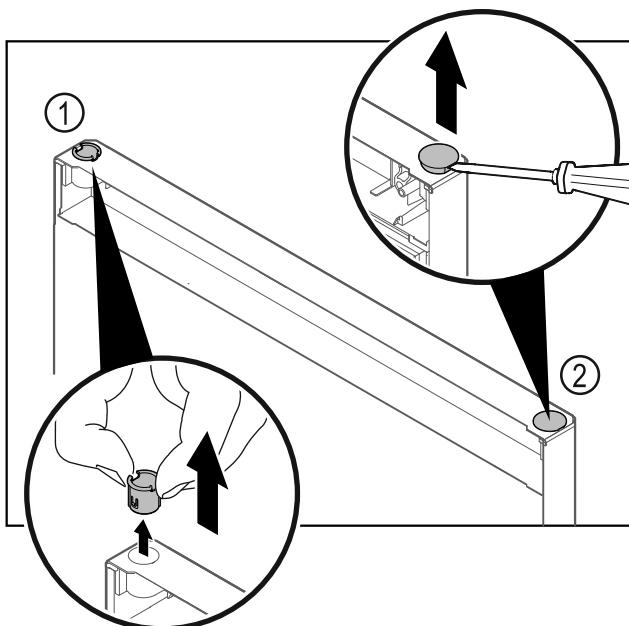

Fig. 28 Dvere chladničky
► Vytiahnite puzdro závesu Fig. 28 (1) prstami.
► Plochým skrutkovačom opatrne nadvihnite kryciu zátku Fig. 28 (2) a vytiahnite ju.